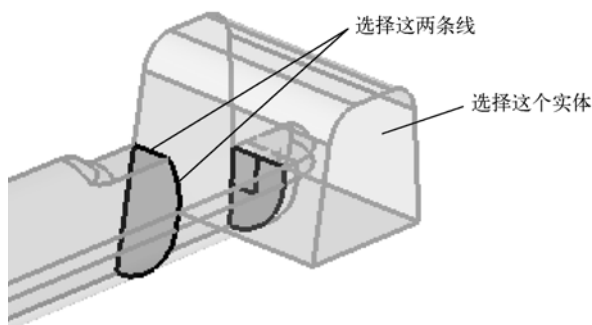

图 5-16 选择边线和实体位置
- (1) 进入 trim with lines 子面板。
- (2) 激活 with sweep lines 栏下的 solids 选择器，选择如图 5-16 所示实体。